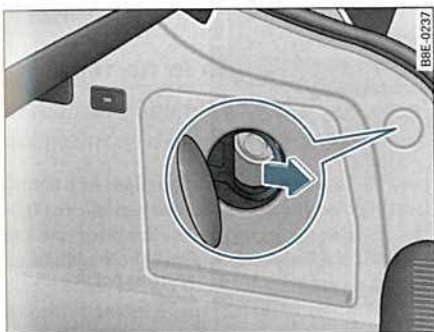

Fig. 209 Maletero:
- Tire de la anilla en la dirección de la flecha para desbloquear la tapa del depósito ⇒ fig. 209. ■